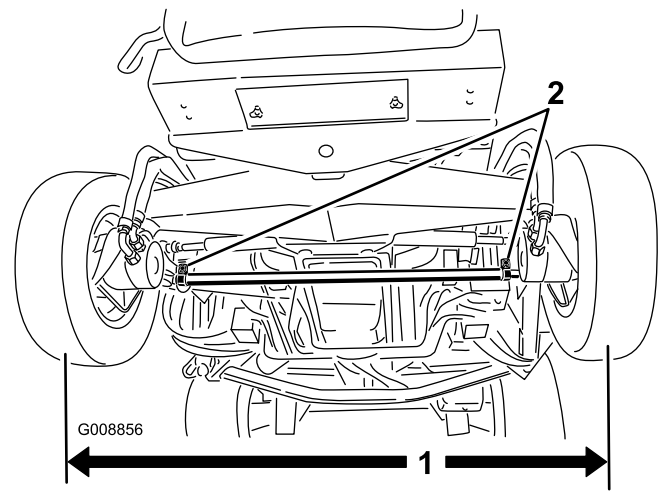

Figura 75
2. Para ajustar, afloje las abrazaderas en ambos extremos de las bielas (Figura 75).
1. Mida la distancia entre centros (a la altura del eje) en la parte delantera y trasera de los neumáticos de dirección (Figura 75). La distancia delantera debe ser de 0–3 mm menos que la trasera.